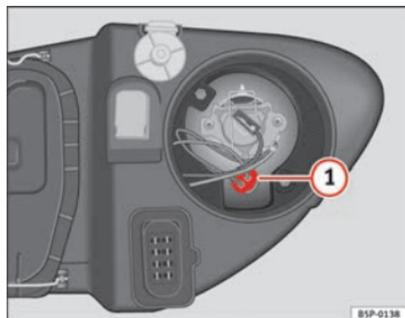

Fig. 190 Feux de position
- Retirez la douille d'ampoule ⇒ fig. 190 **1** vers l'extérieur.